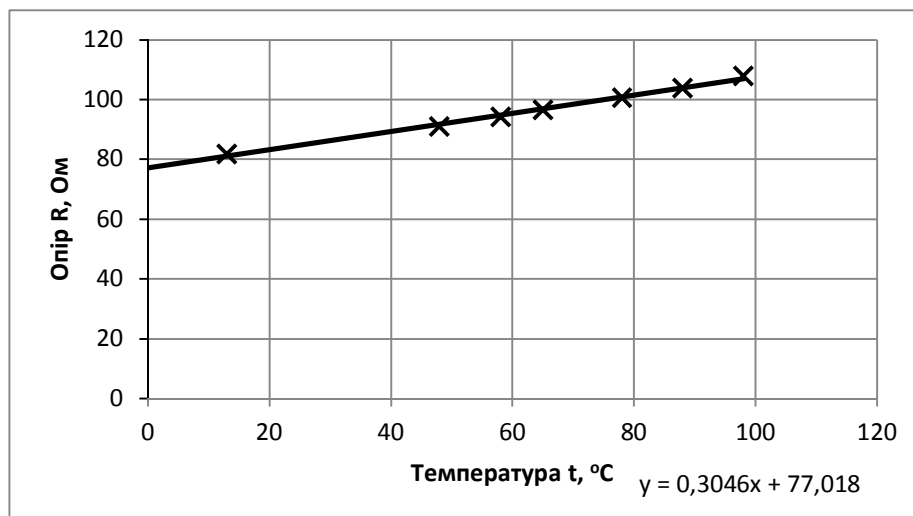

Рис. 3. Залежність опору мідного провідника від температури
Приклад одержаного таким чином графіка подано на рис. 3.
13. Для прикладу наведемо обчислення  $\alpha$  з використанням графіка, наведеного на рис. 3.
похибка результату визначається ним. Абсолютна похибка  $\Delta R_0$  визначається за графіком як похибка при визначенні точки перетину графіка з віссю  $R$ . На наш погляд, вона не перевищувала 1 мм (див рис. 3), отже  $\Delta R_0 \approx 2,5 \text{ Ом}$ . Будемо також вважати, що похибка  $\Delta R$  суттєво менша  $\Delta R_0$ . Для значень  $R = 107 \text{ Ом}$  і  $R_0 = 77 \text{ Ом}$  :